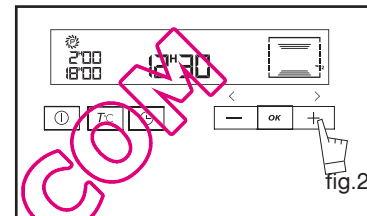

fig.2
- Premere il tasto + o - per regolare la fine del tempo di cottura desiderato (fig.2).